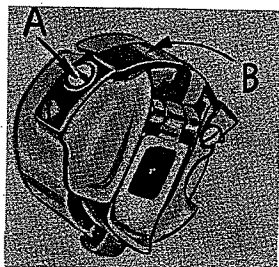

Fig. 9
La tensión en la caja de la bobina se obtiene mediante un tornillo de ajuste (A, Fig. 9) que regula el resorte tensor (B). La tensión en el resorte es correcta cuando es solo suficiente para sujetar la caja de la bobina y la bobina sujeta al hacer este ajuste.